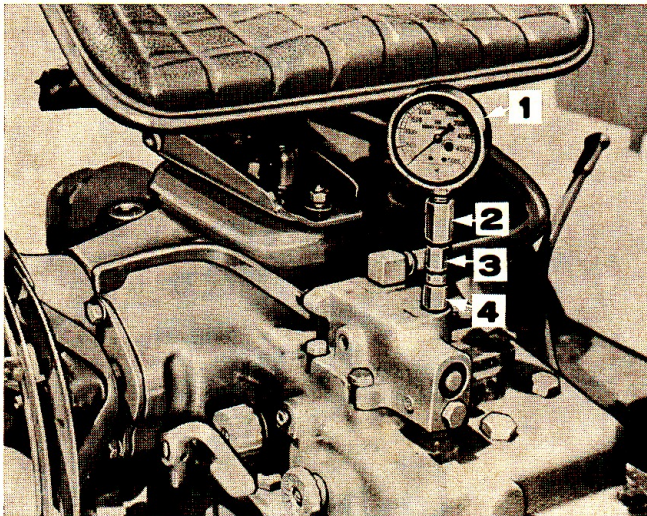

Fig. 19: Vérification de la pression de décharge de la soupape de sûreté du circuit hydraulique du tracteur
1. Brancher un manomètre et ses accessoires sur l'orifice de levage ("Lift") de la boîte de distribution suivant figures 19 ou 19(A) (Une boîte de distribution à tiroir unique est montrée sur ces figures). Le raccord N-1100-K. peut être utilisé au lieu des raccords N-1100-L et N-1100-M.